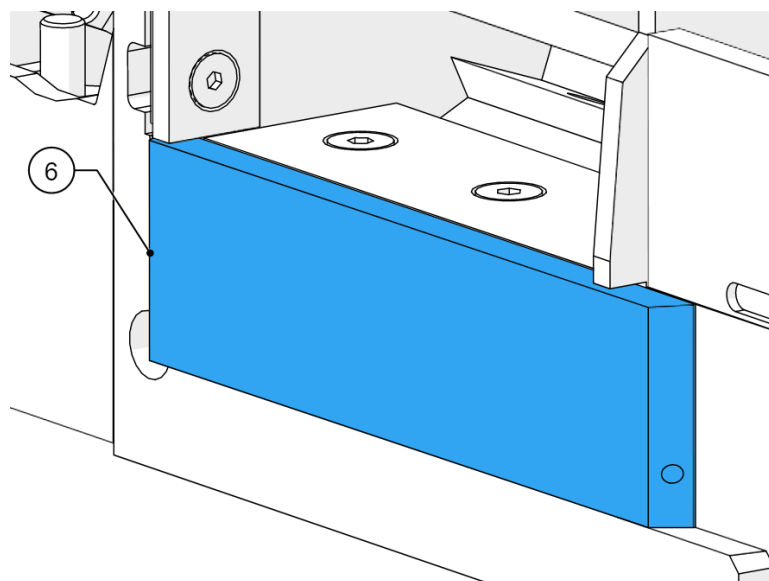

Figure 65 - Enclume dans le siège vertical
16. Poussez l'enclume dans le siège, sous l'enclume latérale (6, Figure 65).